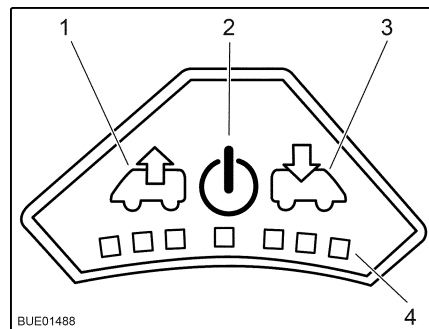

Fig. 36 Quadro comandi del ventilatore
Accensione: ■ Premere il tasto On/Off (Fig. 36,2). Il ventilatore funziona in modalità comfort (sfiato al numero di giri minimi del ventilatore).
Sfiato: ■ Per aumentare il numero di giri del ventilatore: Premere il tasto Sfiato (Fig. 36,1). Il numero di giri del ventilatore aumenta di uno stadio in direzione sfiato. I LED (Fig. 36,4) indicano gli stadi di commutazione.
■ Per ridurre il numero di giri del ventilatore: Premere il tasto Aerazione (Fig. 36,3). Il numero di giri del ventilatore si riduce di uno stadio.
Aerazione: ■ Per aumentare il numero di giri del ventilatore: Premere il tasto Aerazione (Fig. 36,3). Il numero di giri del ventilatore aumenta di uno stadio in direzione aerazione. I LED (Fig. 36,4) indicano gli stadi di commutazione.
- Per ridurre il numero di giri del ventilatore: Premere il tasto Sfiato (Fig. 36,1). Il numero di giri del ventilatore si riduce di uno stadio.
- Premere il tasto On/Off (Fig. 36,2). Il ventilatore si ferma, i LED si spengono.